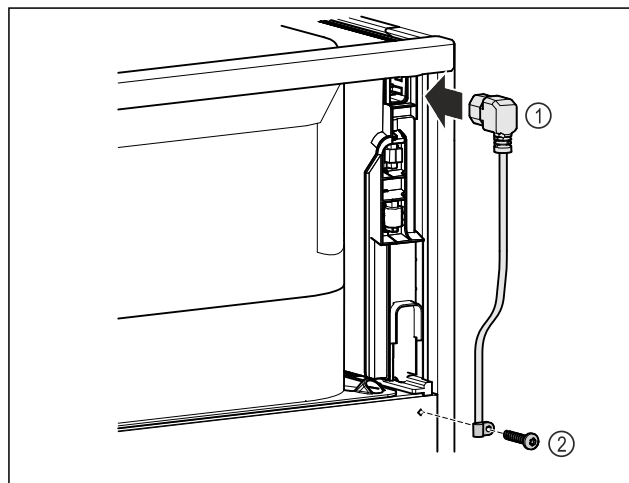

Fig. 13
- ▶ Podłączyć gniazdo przewodu zasilającego Fig. 13 (1) urządzenia chłodzącego z tyłu urządzenia.
- ▶ Zamontować odciążenie. Fig. 13 (2)